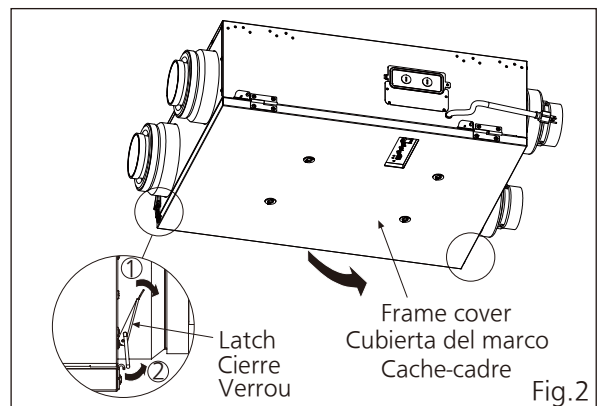

Fig.2
1. Open the frame cover by unlocking the latches. (Fig.2)
Abra la cubierta del marco desbloqueando los cierres. (Fig. 2)
Ouvrez le couvercle du cadre en déverrouillant les verrous. (Fig.2)